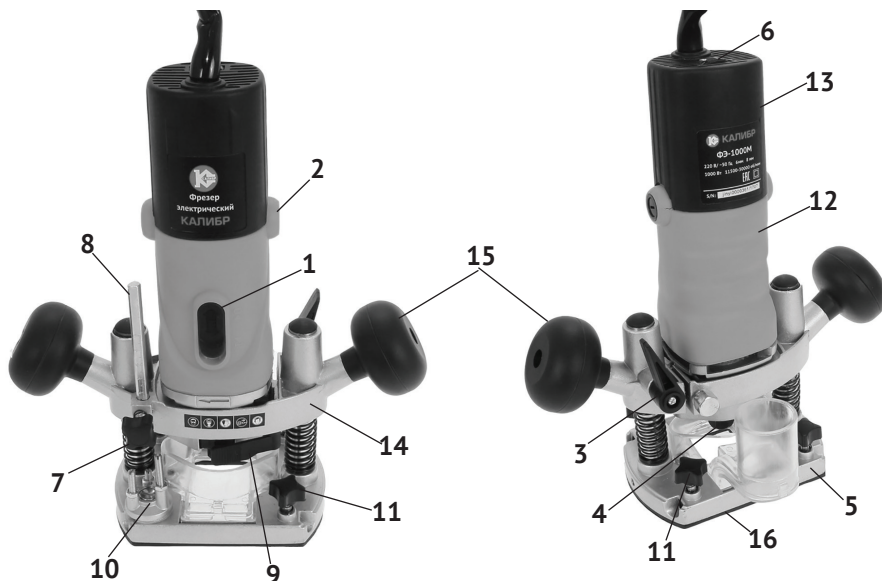

рис.1
1.4.1 Общий вид фрезера представлен на рис. 1
1.4.2 Расположенный вертикально двигатель фрезера с цанговым патроном (рис.1 поз.4) закрыт пластиковым корпусом (рис.1 поз.12), закреплённом на суппорте (рис.1 поз.14). Суппорт перемещается в вертикальной плоскости по двум направляющим трубкам, закреплённым на опорной плите (рис.1 поз.5). Вертикальный ход суппорта обеспечивает глубину фрезерования заготовок до 30 мм. Фиксация суппорта в нужном положении осуществляется рычагом
(рис.1 поз.3). Контроль глубины обработки обеспечивают скользящий стержень-ограничитель глубины (рис.1 поз.8) и упор ступенчатый (рис.1 поз.10) револьверного типа. Подача суппорта (вниз) для фрезерования осуществляется нажатием на рукоятки инструмента (после разблокировки рычага рис.1 поз.3). Обратный ход суппорта обеспечивают пружины, расположенные снаружи направляющих трубок. Горизонтальное перемещение инструмента обеспечивает скольжение пластиковой подошвы (рис.1 поз.16), закреплённой внизу опорной плиты, по поверхности заготовки.
На крышке корпуса фрезера (рис.1 поз.13) расположен диск регулятора оборотов двигателя (рис.1 поз.6). На нём нанесены символы: 1, 2, 3, 4, 5, 6, для установки скорости вращения шпинделя с фрезой.
Запуск двигателя осуществляется смещением ползунка выключателя (рис.1 поз.1) вниз из позиции «0» - выключено в позицию «I» - включено. Отпущенный ползунок пружиной возвращается в исходное положение - двигатель выключается. Для продолжительной работы, после смещения ползунка вниз, утопив его нижнюю часть в положении «I», он фиксируется в рабочем положении. При повторном нажатии на нижнюю часть ползунка, он возвращается в исходное положение «0» - выключено, двигатель выключается.
На суппорте (рис.1 поз.14) стрелкой указано направление вращения фрезы.
- установить опорную плиту (рис.1 поз.5) фрезера на заготовку;
- ослабить винт фиксации (рис.1 поз.7) ограничителя глубины и рычаг фиксации (рис.1 поз.3) вертикального положения суппорта;
- зафиксировать рычагом (рис.1 поз.3) положение суппорта;
- подвести скользящий стержень ограничителя глубины (рис.1 поз.8) к ступенчатому упору (рис.1 поз.10) так, чтобы он касался нижней ступеньки (при необходимости повернуть ступенчатый упор);
- ослабить винт (рис.1 поз.7) и поднять вверх стержень ограничителя глубины, пока показание на его линейке не достигнуто значения (на верхней плоскости фланца), при котором, разность между ним и предыдущим значением не будет равна нужной глубине обработки (например: первое значение – 15 мм, второе – 45 мм, $45 - 15 = 30$ мм, 30 мм – нужная глубина фрезерования);
- выставить ступенчатый упор (рис.1 поз.10) таким образом, чтобы ограничитель глубины располагался над верхней ступенью упора;
Значение скорости вращения рабочей фрезы изменяется с помощью диска регулятора оборотов двигателя (рис.1 поз.6).
- снять с фиксации рычаг вертикального положения (рис.1 поз.3) для того, чтобы максимально увеличить рабочее расстояние между суппортом и опорной плитой (рис.7 поз.1);